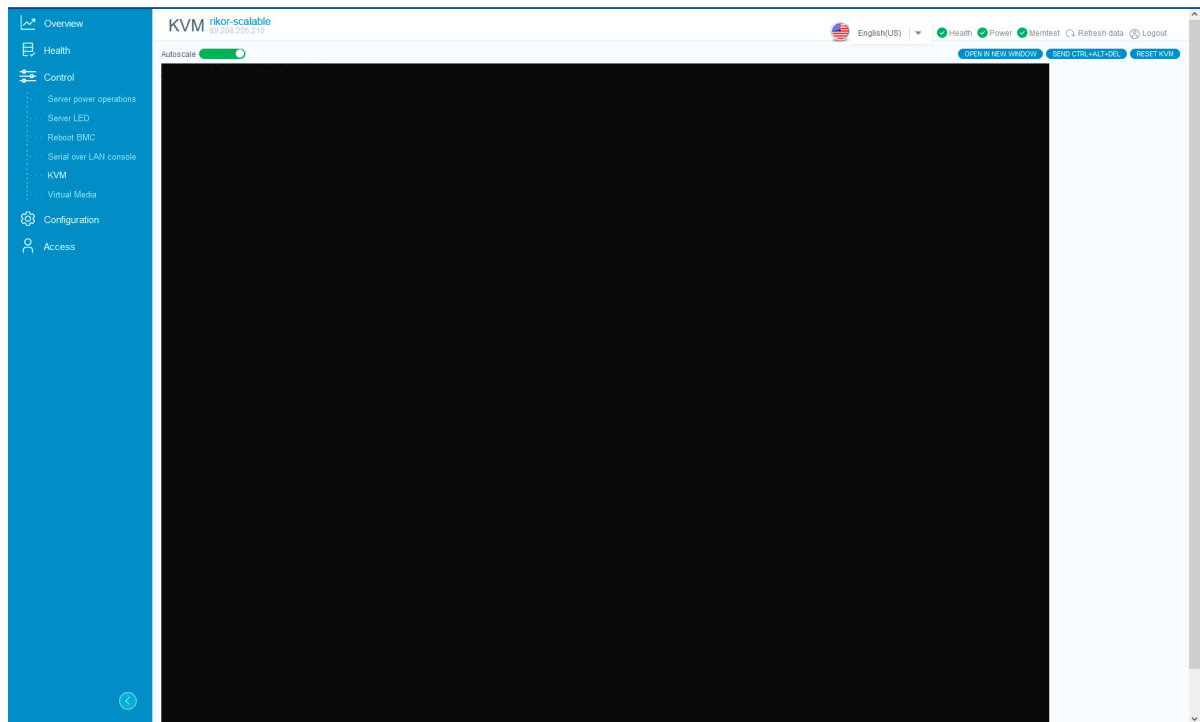

Рис. 86. Окно «KVM»
- 6) Пройдите во вкладку «Control» → «KVM» в данной вкладке осуществляется удаленное управление BIOS. Окно показано на рис. 86 Окно «KVM»